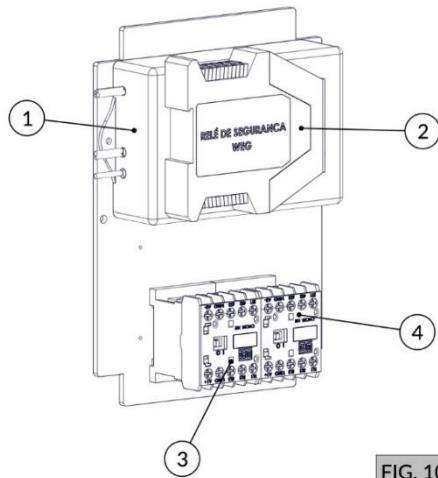
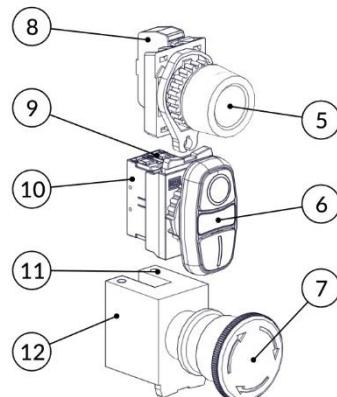

FIG. 10
FIG. 11
- c) Inspecione todo o conjunto de comando (contatores (FIG. 10), relé de segurança (FIG. 10), fonte chaveada HTR (FIG. 10) chaves de acionamentos (FIG. 11) e chicote elétrico) e verifique se há contaminação destes componentes por agentes externos agressivos ao sistema, tipo: sabão, água, insetos, etc. Verifique também a integridade dos cabos elétricos e seus terminais elétricos. Caso haja contaminação do sistema, deve-se proceder a troca do componente degradado.